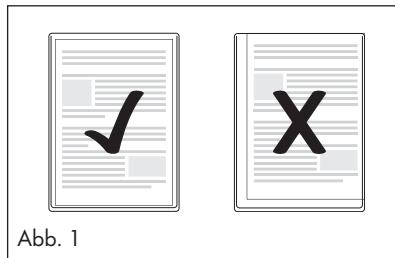

Abb. 1
- Achten Sie darauf, dass alle Ränder des Dokuments mindestens zwei Millimeter Abstand zum Rand der Folientasche haben müssen, wie in Abb. 1 dargestellt.